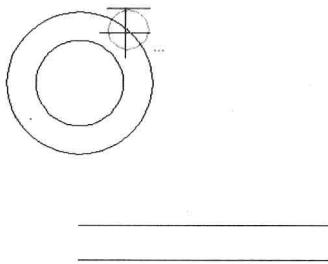
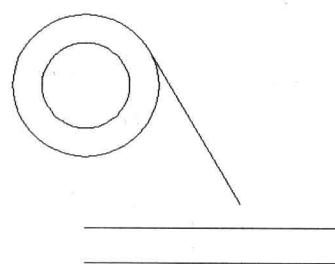

图 4-6-3
图 4-6-4
(4) 单击“直线”按钮 $/$ ，右击鼠标，在弹出的临时捕捉快捷菜单中选择“ \textcircled{O} 捕捉到切点”，捕捉并单击圆的切点，如图4-6-3所示。输入直线另一点的相对极坐标“@50<-60”，按两次Enter键，如图4-6-4所示。